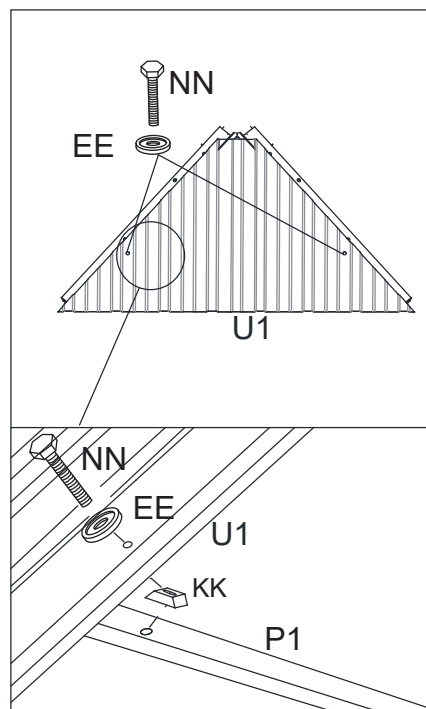

Figure 13-2
13.2. Fixez le panneau d'évent de toit (U1) au cadre de l'évent de toit et fixez-le au côté court de l'évent de toit (P1) à l'aide de boulons (NN/EE). Voir la figure 13.2.